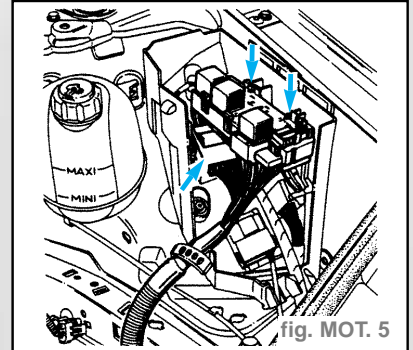

fig. MOT. 5
- la platine relais et le connecteur du boîtier interconnexion moteur (fig. MOT. 5),